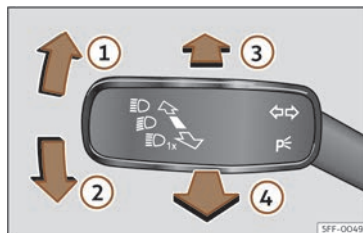

Fig. 108 Palanca de intermitentes y de luz de carretera (según versiones).
- Desde la posición base, pulse hacia delante la palanca de los intermitentes y luz de carretera >>> **fig. 108 ③**.
- **O BIEN:** si el asistente de luz de carretera está conectado, tire hacia atrás de la palanca de los intermitentes y de luz de carretera >>> **fig. 108 ④**.